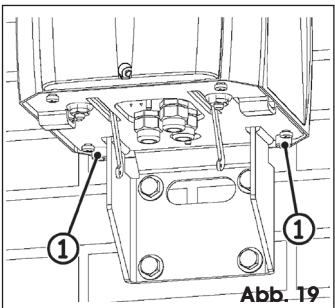

Abb. 19
- Den Motorkörper mit den beiden hinteren Schrauben festziehen, Abb. 19 Bez. ①..